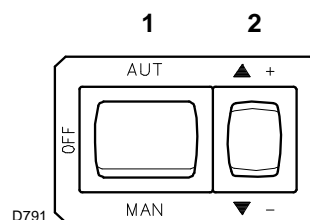
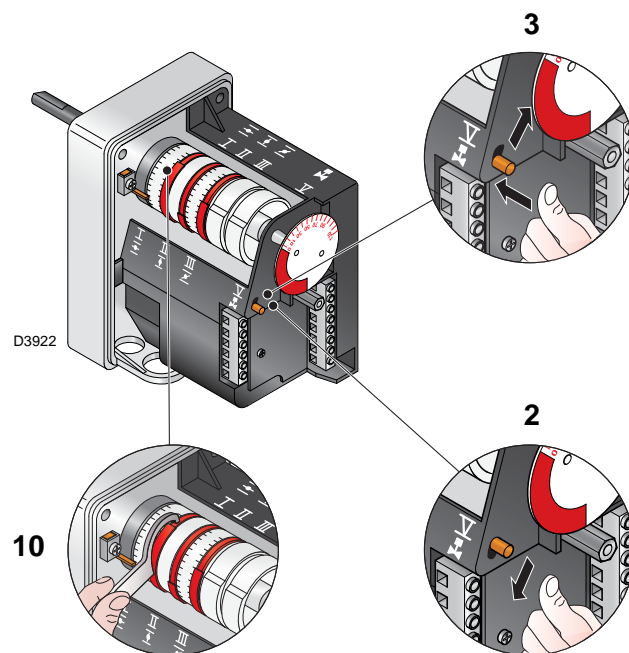

图 28
图 32
闭合温控器 / 压力开关，旋转开关至“手动”位置 (图 28)。
按下“增大出力”按钮 2) (图 28) 并保持，直至伺服马达开启风门挡板和燃气蝶阀。
按下“降低出力”按钮 2)(图 28)并保持，直至伺服马达关闭风门挡板，同时将燃气蝶阀关闭至 15° 角（此为工厂设定值）。
- 如需减小供气量，可依次逐步减小伺服马达凸轮 III（图 32）的角度（如从 15° 调至 13°，再调至 11°.....）。
- 如需增加供气量，轻轻按下“增大出力”按钮 2) 第 25 页图 28（增大蝶阀角度 10-15°），依次逐渐增大凸轮 III（图 32）的角度（如从 15° 增至 17°，再增至 19°.....）。
对凸轮 III 所进行的任何必要调整，尤其是微调，都必须使用专用工具 10)(图 32)。
图例 (图 32)